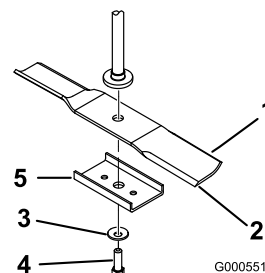

Figura 40
Sujete el extremo de la cuchilla usando un trapo o un guante grueso. Retire del eje el perno de la cuchilla, la arandela curva, el refuerzo de la cuchilla y la cuchilla (Figura 40).
1. Instale la cuchilla en el eje (Figura 40).
2. Instale el refuerzo de la cuchilla, la arandela curva (con la copa hacia la cuchilla) y el perno de la cuchilla (Figura 40).